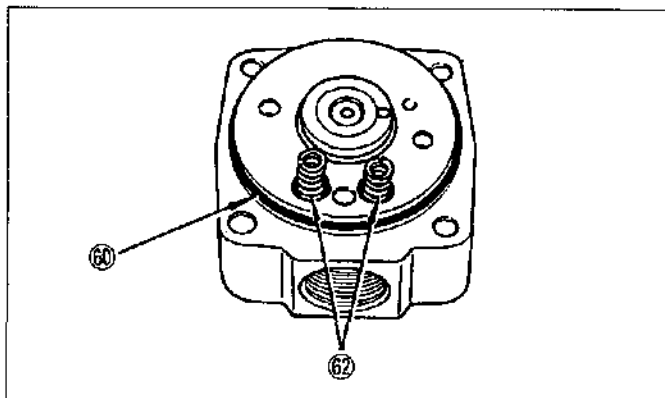

Figura.14-34 Instalación de los resortes de soporte
- (3) Coloque un anillo "O" nueva 60 en la cabeza de distribución. Inserte los dos resortes de soporte 62 en los dos orificios cabeza de distribución. Emplee grasa pesada (grasa Nippondenso o equivalente) para retener los resortes de soporte en el cabezal. (Vea la figura.14-34)
(4) Coloque con cuidado la cabeza de distribución sobre el émbolo distribuidor en la caja de la bomba. (Vea la figura.14-34)